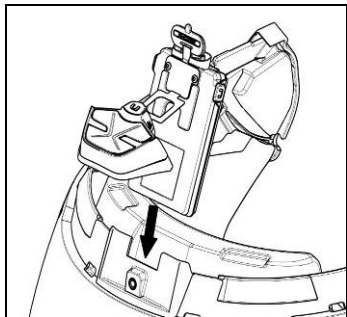

Fig. 6
- Inserir o sistema no encaixe respectivo, na parte de trás do capacete, empurrando-o até o fundo (Fig. 6).